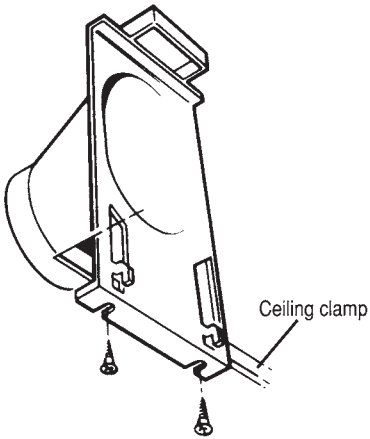

Fig.1
- ◆ Druk de meegeleverde slotplaatjes op het montageframe (Fig.1).